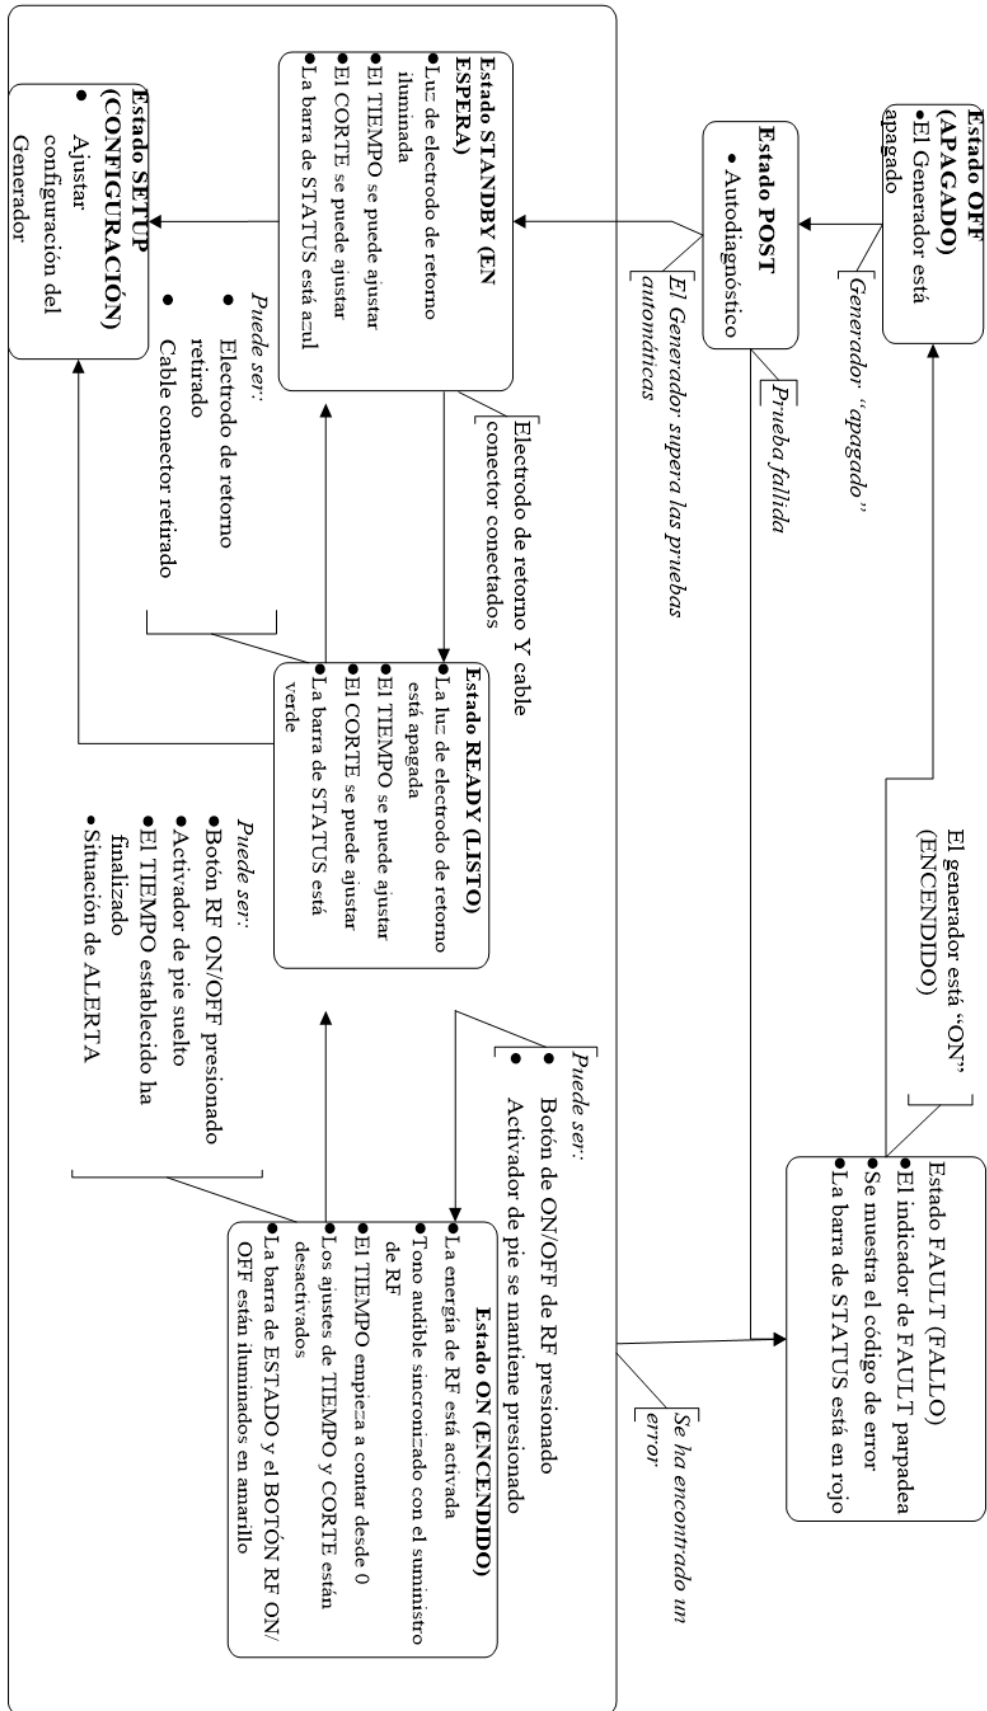

Figura 5-3 – Diagrama de flujo de estados del Generador
- (1) **Indicador de potencia de corriente alterna:** Este LED verde se ilumina cuando se enciende el Generador.
- (2) **Indicador de FALLO:** Este LED rojo se ilumina y parpadea cuando se produce un ERROR del sistema. Entre los errores del sistema, se incluyen fallos de autocomprobación, errores de protección de hardware, errores de medición de hardware y fallos de software. Para intentar la recuperación de un error del sistema, debe apagarse y encenderse la alimentación de red al generador. Consulte las instrucciones de uso.
- (3) **Sensor de luz ambiental:** Este sensor detecta el nivel de luz ambiental. La luminosidad de la pantalla se ajusta automáticamente de acuerdo al nivel de luz ambiental (luminosa (ALTA) en una sala luminosa y tenue (BAJA) en una sala menos iluminada).
- (4) **Indicador de fallo en el electrodo de retorno:** El LED rojo se ilumina cuando un electrodo de retorno NO está conectado al Generador O BIEN cuando la medida de impedancia de un electrodo de retorno (doble lámina) de monitoreo es superior a 150 ohmios, lo que indica un contacto defectuoso con el paciente. Nota: Utilice únicamente electrodos de retorno que cumplan o superen las normas de CEI 60601-2-2:2006.
(9) Figura 5-3.